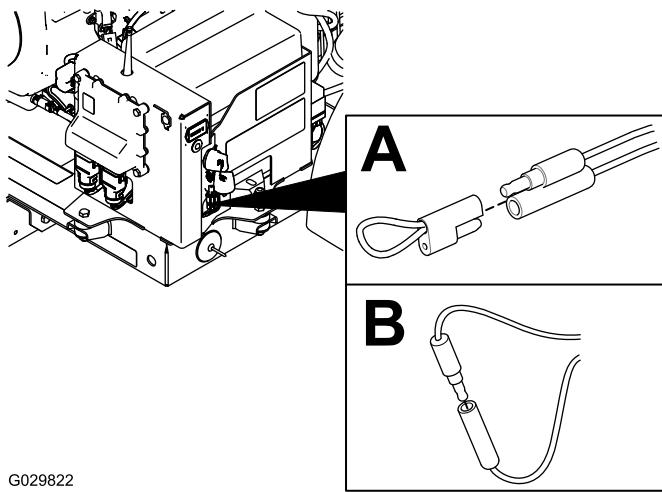

Рисунок 40
2. Снимите привязную крышку с двух диагностических замыкающих разъемов (Рисунок 40, А).
3. Соедините диагностические замыкающие разъемы друг с другом (Рисунок 40, В).